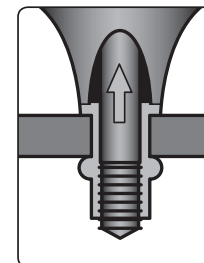

Fig. 6
6) Tenere saldamente l'inserto filettato fermo con la mano, mantenendo una postura stabile. La rotazione in senso orario della testa del mandrino avrà come risultato la connessione delle due parti (Fig. 6).